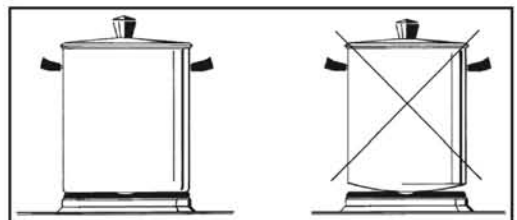

Рис. 14
- Используйте посуду с плоским дном и толстыми стенками (см. Рис. 14).